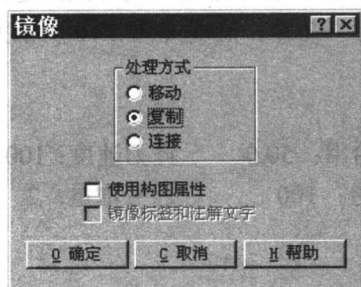
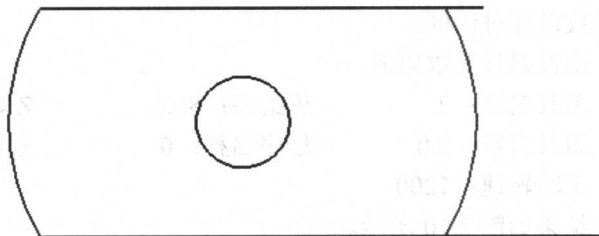

图 2.6 “镜像”对话框
图 2.7 镜像后效果
④执行“回主功能表”|“X 转换”|“M 镜像”|“W 窗选”|“R 矩形”（选择图示圆弧）“D 执行”|“Y 轴”命令，出现如图 2.6 所示对话框。选择“复制”单选项，单击“确定”按钮，结果如图 2.7 所示。